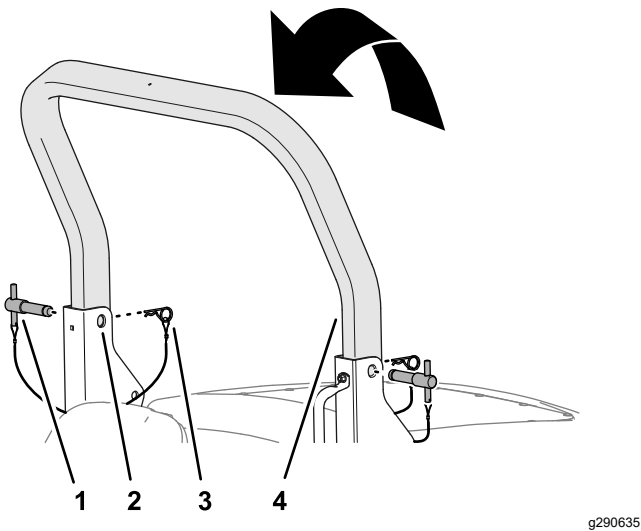

Bild 29
- Heben Sie den oberen Überrollbügel an, bis die Löcher im Überrollbügel auf die Schwenkhalternungen ausgerichtet sind (Bild 29).
- Führen Sie die Überrollbügelstifte durch die oberen Löcher der Schwenkhalterungen und des oberen Überrollbügels (Bild 29).
- Sichern Sie die Überrollbügelstifte mit den Splinten an den Schwenkhalternungen (Bild 29).